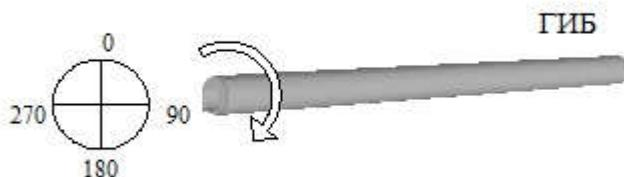

Рисунок 9.2.28
3. Поворотом ГИБ вокруг продольной оси последовательно задать значения угла отклонителя $0^0, 45^0, 90^0, 135^0, 180^0, 225^0, 270^0, 315^0$, (рисунок 9.2.28).